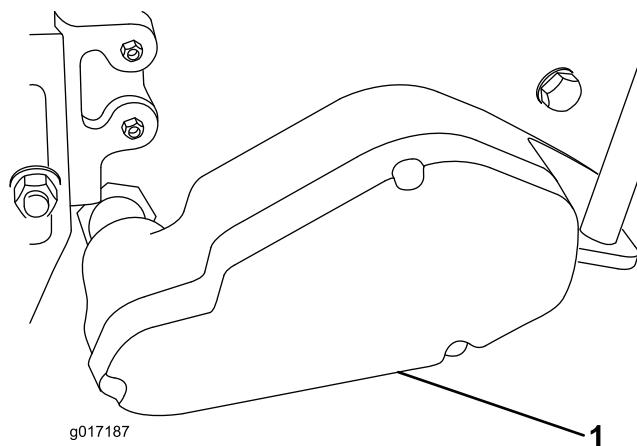

Рисунок 10
25. Установите крышку на корпус, закрепив с помощью имеющихся в комплекте трех новых винтов с головками под внутренний шестигранник и контргаек (Рисунок 10).